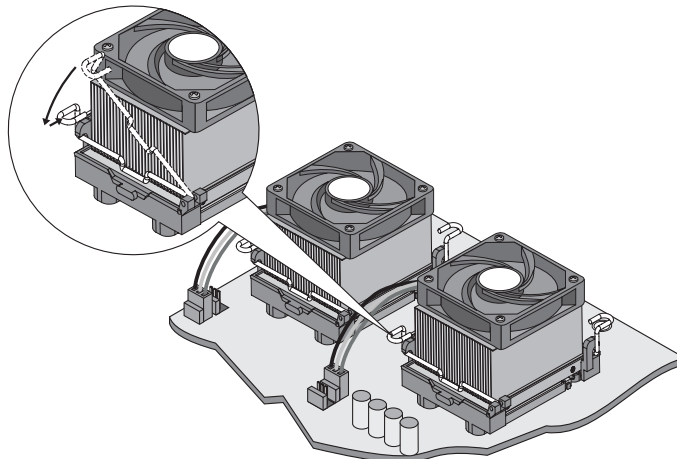

Abbildung 2-19: Fixierung des Kühlkörpers
6. Schließen Sie den Sperrhebel an den beiden Halterungen, um den Kühlkörper zu fixieren. Drücken Sie dazu den Sperrhebel nach unten, und achten Sie darauf, dass der Griff unterhalb des Hakens auf der Halterung zu liegen kommt (siehe Abbildung 2-19).
7. Verbinden Sie den Stecker des Kühlkörperlüfters mit dem Anschluss für den zweiten Kühlkörperlüfter (Lüfter für CPU 2) auf der Systemplatine (siehe Abbildung 2-19).